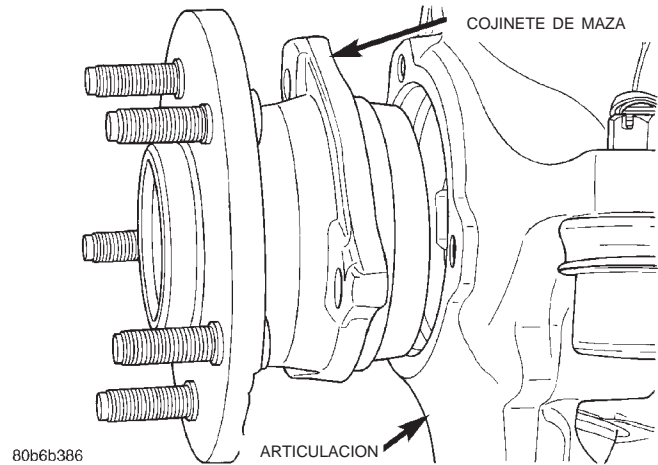

Fig. 16 Cojinete de maza y articulación
- (1) Eleve y apoye el vehículo.
- (2) Retire el conjunto de rueda y neumático.
- (3) Retire el calibrador del freno, el anclaje del calibrador, el rotor y el sensor de velocidad de rueda con ABS. Consulte el grupo 5, Frenos.
- (4) Retire el pasador de aleta, el retén de tuerca y la tuerca de la maza del eje.
- (5) Retire los pernos de instalación del cojinete de maza de la parte posterior de la articulación de la dirección. Retire el cojinete de maza (Fig. 16) de la articulación de la dirección y quítelo del semieje.